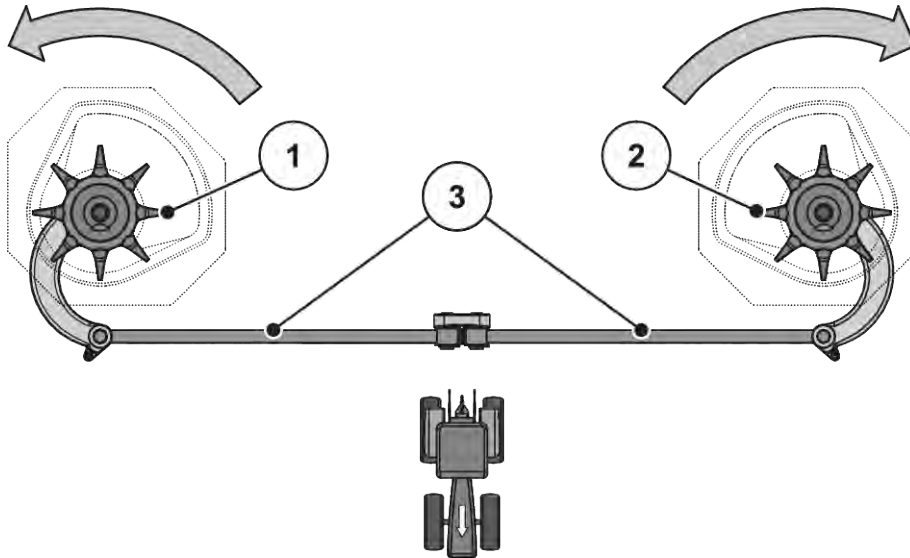

Fig. 56: Vérification de l'entraînement de l'agitateur
- Faire tourner la tête de l'agitateur à la main **dans le sens de rotation du disque d'épandage**. Voir Fig. 56 Vérification de l'entraînement de l'agitateur.
- Faire tourner vigoureusement l'agitateur à la main ou à l'aide d'une sangle pour filtre à huile **dans le sens de rotation inverse du disque d'épandage**. Voir Fig. 56 Vérification de l'entraînement de l'agitateur